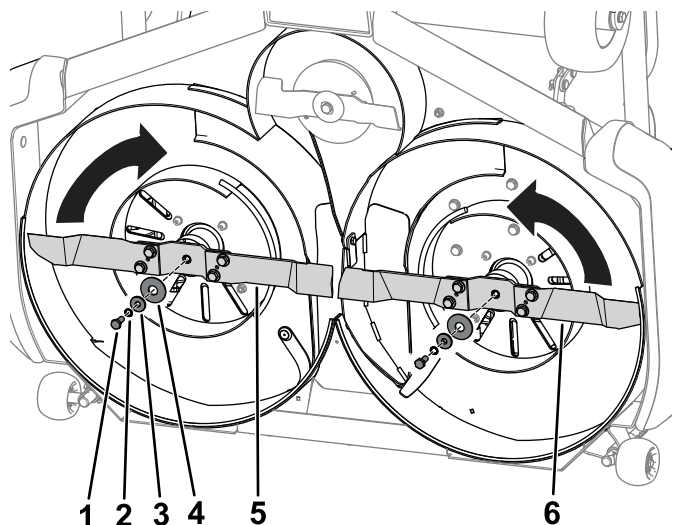

図 2
2. ウイングブレードアセンブリを外した時に回収した部品ボルト、スプリングロックワッシャ、湾曲ワッシャとスペーサを使用して、ブレードアセンブリをそれぞれの側に固定する 図 2。